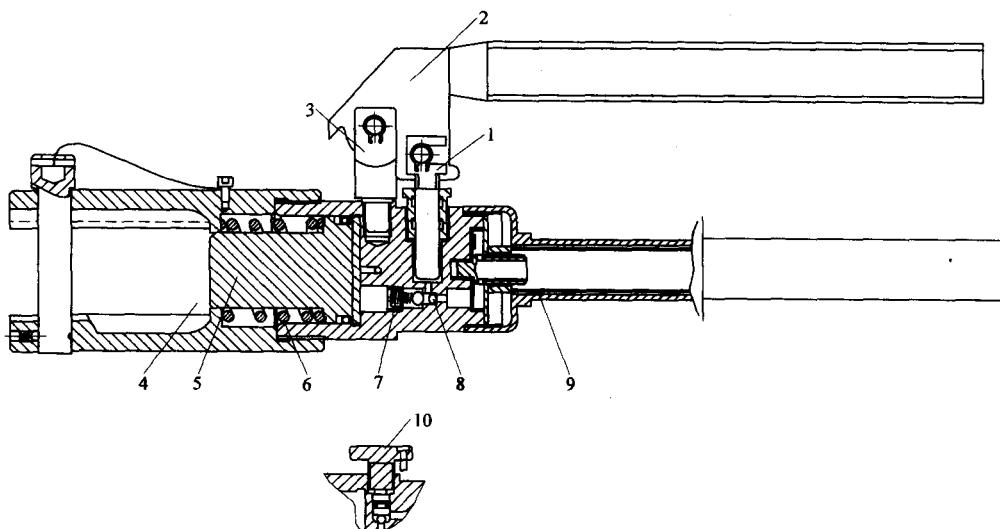

图1-17 手动液压压接钳结构
**13. 压接钳** 电工常用压接钳有手动机械压接钳和手动液压压接钳两种。手动液压压接钳因其性能可靠、维修简单、操作方便、不受方向性限制、工作效率高而成为动力、照明电路及电缆安装中连接和封端的新型工具。其结构原理如图1-17所示。